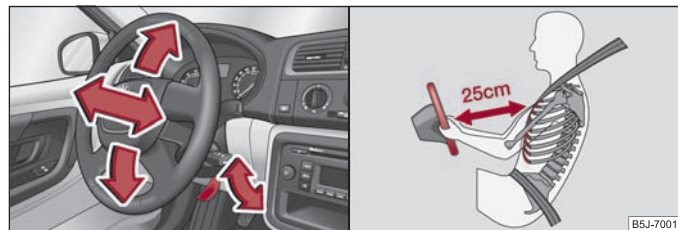

Fig. 3 Volant réglable: Manette sur la colonne de direction / bonne distance du conducteur par rapport au volant
- Tirez la manette sous la colonne de direction vers le bas ⇒ fig. 3 - à gauche.
- Ajustez le volant de façon que l'écart entre le volant et le buste soit de 25 cm au moins ⇒ fig. 3 - à droite. Les airbags ne peuvent pas vous protéger si vous en êtes plus près - danger mortel!